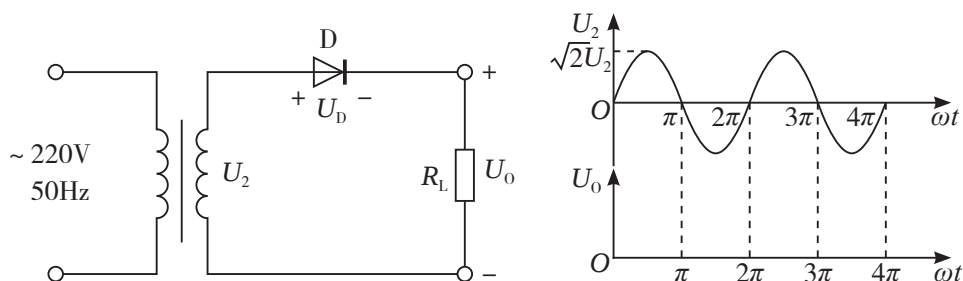

图2-21 半波整流电路及输入波形
1. 有时为了简单,也可采用图2-21的整流电路,请同学们利用二极管单向导电的特点,画出在图示的交流电输入 U_2 时,该整流电路的输出电压 U_0 的波形。
2. 如将图2-21电路中的二极管反过来连接,输出的电压波形是怎样的?